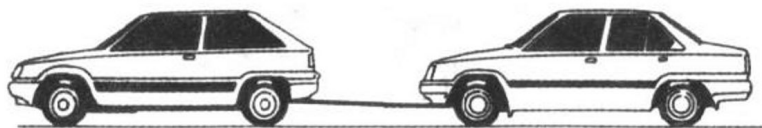

图 1-8
1) 对于手动挡的车辆，可利用其他车辆牵引起动发动机（图 1-8）。